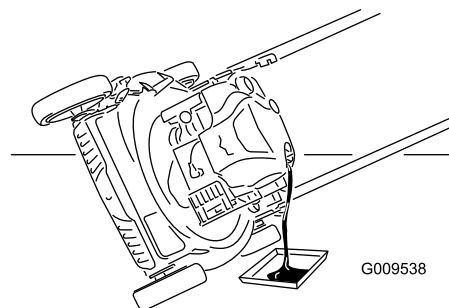

Figure 27
3. Inclinez la tondeuse sur le côté (filtre à air en haut) pour vidanger l'huile usagée par le goulot de remplissage (Figure 27).